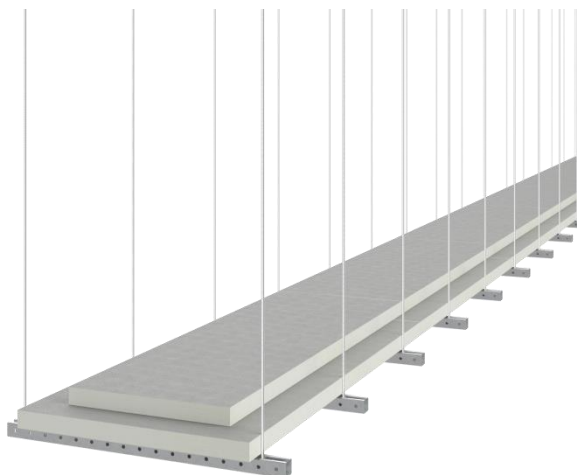

Рисунок 1 Сборка донной стенки короба
- уложить и закрепить донную стенку короба; для ОКК с многослойными стенками рекомендуется собирать сразу по несколько донных стенок с организацией смещения плит на стыках на 50 мм относительно друг друга (рис.1)